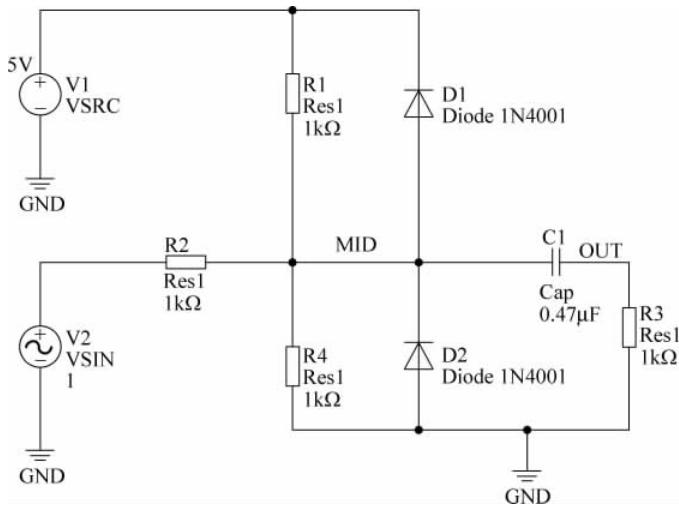

图 3-29 为电路指定网络标识符
(7) 为了分析方便,按如图 3-29 所示为电路的一些节点指定网络标识符。
(8) 保存设计文件,将其保存到 ac_analysis 目录下(可根据情况确定保存路径)。